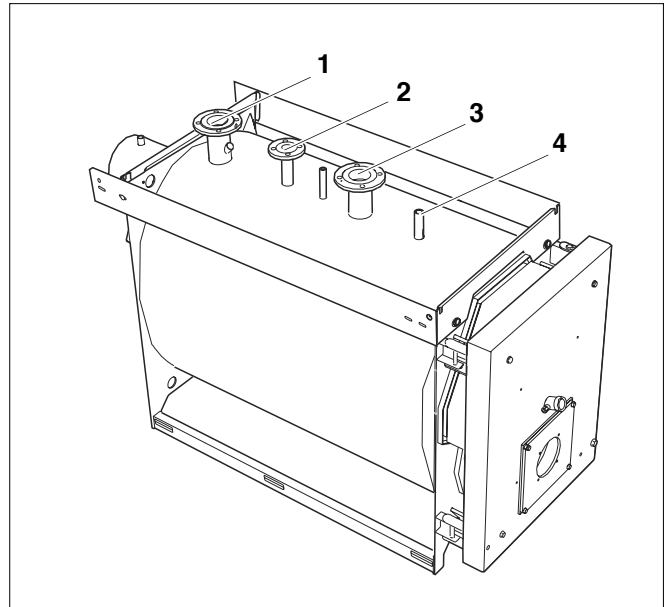

Fig. 18: Cazan de încălzire Logano S635
- Racordați turul sistemului de încălzire la racordul de tur al cazanului (fig. 18, **poz. 1**).
din cauza racordării unor componente necorespunzătoare la conducta de siguranță de pe tur (fig. 18).
- Nu racordați niciun fel de rezervor-încălzitor de apă sau vreun alt circuit de încălzire la conducta de siguranță de pe tur (fig. 18).
- Fixați ventilul de siguranță cu 4 șuruburi la racordul conductei de siguranță de pe tur (VSL) - (fig. 18, **poz. 2**).
- Racordați suportul de armături la racordul special prevăzut pentru acesta (fig. 18, **poz.4**). Pentru aceasta țineți cont de instrucțiunile separate de montaj.